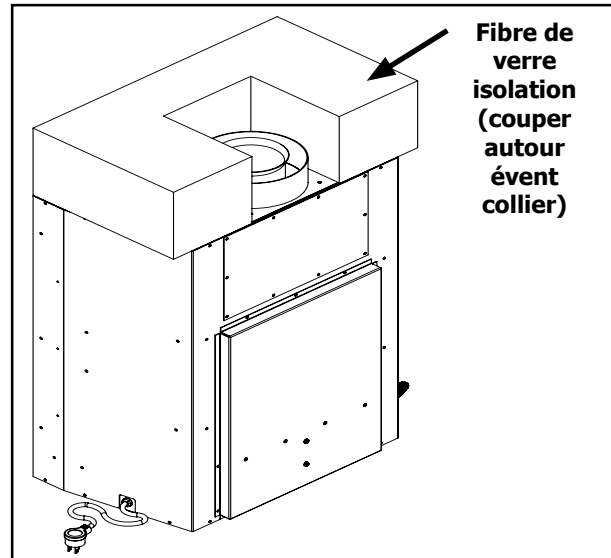

Figure 20. Unité Isolation - Haut Vent
**Haut Vent:** Lorsque vous utilisez la configuration de ventilation haut que l'isolation de figerglass est nécessaire. Une entaille dans l'isolation, pour s'adapter autour du col de l'évent, et placer sur le dessus de l'appareil comme représenté sur la Figure 20.